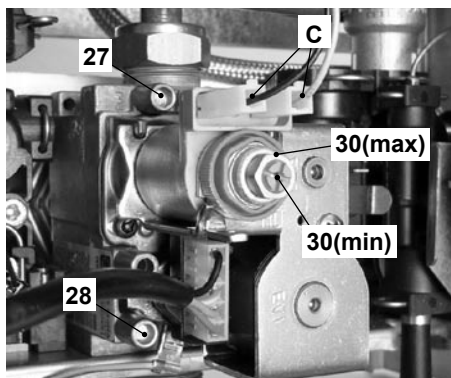

Figura 7.5
- A caldaia spenta (fuori servizio), controllare la pressione di alimentazione utilizzando la presa 28 in Figura 7.5 e confrontare il valore letto con quelli riportati nella tabella Pressioni di alimentazione gas nella sezione "Dati tecnici" pag. 18.
- Richiudere bene la presa di pressione 28 in Figura 7.5.
- Aprire la presa di pressione 27 in Figura 7.5 e collegare un manometro.
Per tarare la pressione al bruciatore agire sul dado esagonale grande in ottone dell'operatore modulante 30 (max) in Figura 7.5 (ruotando in senso orario la pressione aumenta).
- Sconnettere uno dei due fili di alimentazione "C" dell'operatore modulante 30. Fare attenzione che non vada a toccare le parti metalliche della caldaia Figura 7.5
- Confrontare il valore di pressione misurato con quello indicato in Figura 7.4. Per tarare la pressione al bruciatore agire sulla vite in plastica (30 (min) in Figura 7.5) tenendo fermo il dado esagonale in ottone grande (30 max in Figura 7.5) dell'operatore modulante (ruotando in senso orario la pressione aumenta).
- Collegare il filo di alimentazione "C" dell'operatore modulante Figura 7.5
- Chiudere la presa di pressione 27 in Figura 7.5